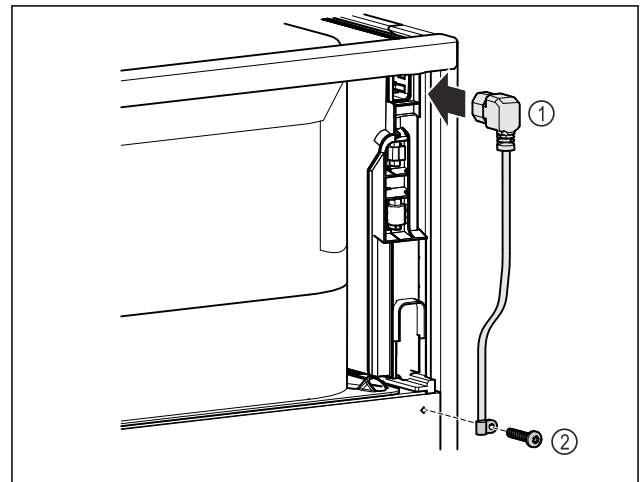

Fig. 9
- ▶ Dugja be a hálózati csatlakozóvezeték csatlakozóját Fig. 9 (1) a készülék hátoldalába.
- ▶ Szerelje fel a tehermentesítőt. Fig. 9 (2)